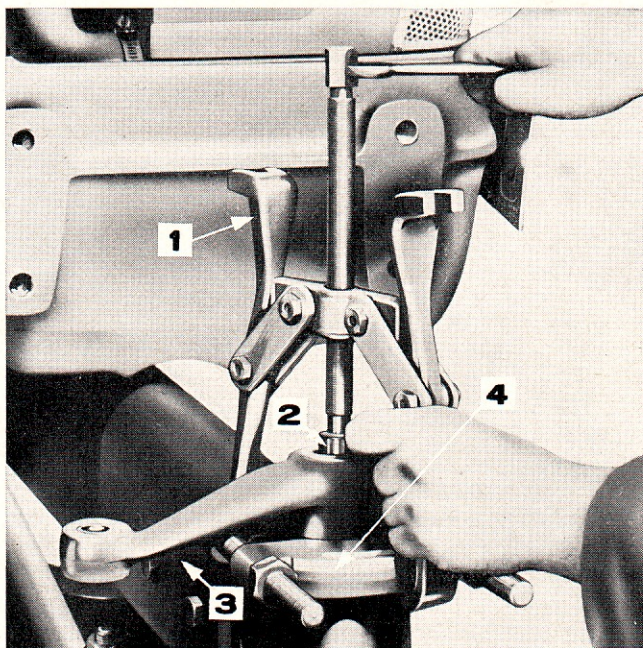

Figure 13: Dépose du bras de direction
9. Déposer le bras de direction de la fusée. Si le bras serre sur la fusée, employer les outils 1002, 951 et 625 pour le retirer, figure 13.